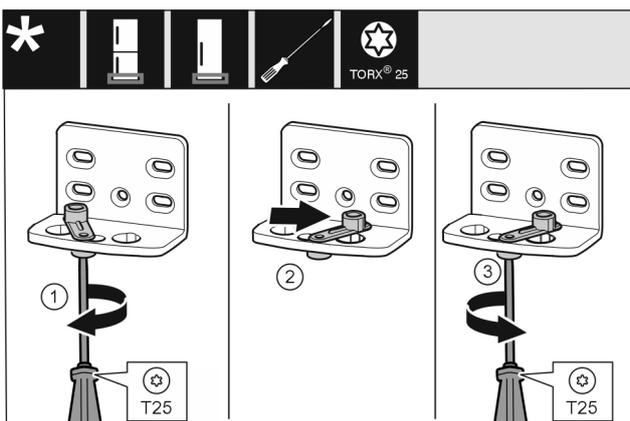

Fig. 14
- ▶ Afloje el tornillo Fig. 14 (1) con el destornillador.
- ▶ Levante el dispositivo de cierre de la puerta Fig. 14 (2) y gírelo 90° a la derecha hacia el orificio.
- ▶ Apriete el tornillo Fig. 14 (3) con el destornillador.